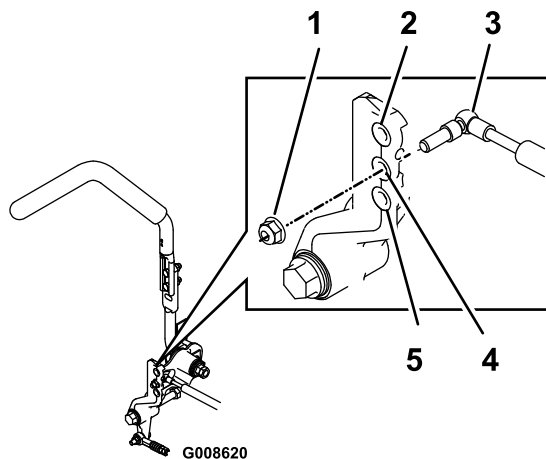

**Figure 61**
2. Pour accéder aux boulons de fixation de l'amortisseur, retirez les boulons qui fixent les plaques de butée au cadre (Figure 61).